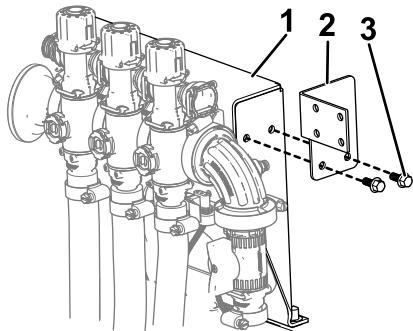

Figura 17
1. Instale la escuadra de la válvula de control en el panel de montaje de las válvulas con 2 pernos con arandela prensada (1/4" x 5/8"), como se muestra en la Figura 17.